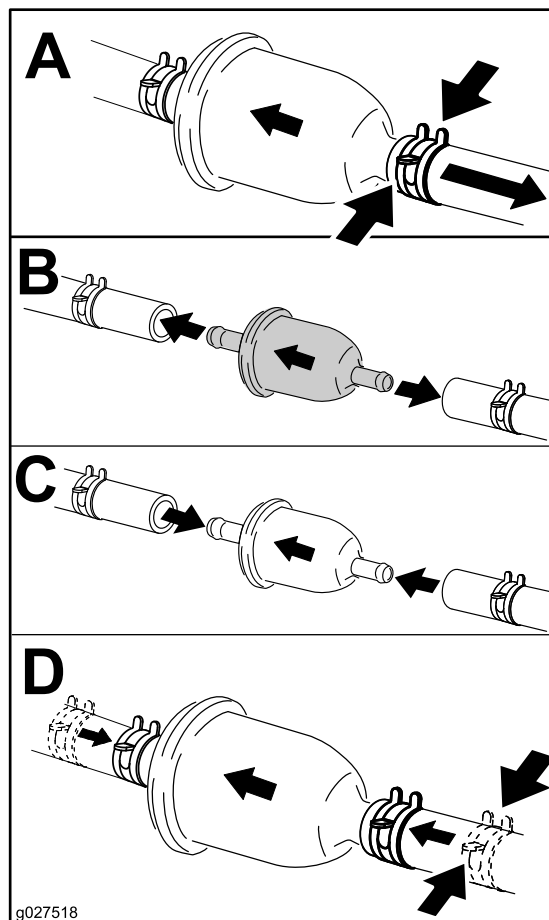

Figure 49
4. Remplacez le filtre à carburant comme montré à la Figure 49.